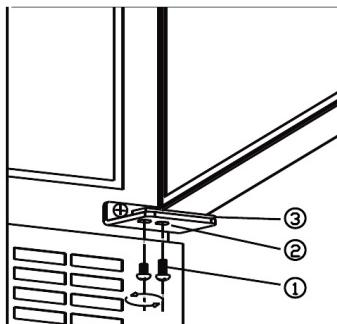

fig. 8.1
- Démontez les vis (1). SOUTENEZ LA PORTE ! Voir fig. 8.1.